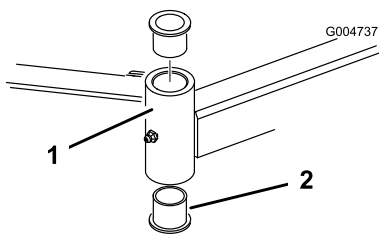

Figura 80
4. Inserte un botador fino en la parte superior o inferior del tubo de montaje y dé golpes hasta retirar el casquillo del tubo (Figura 80). Retire también el otro